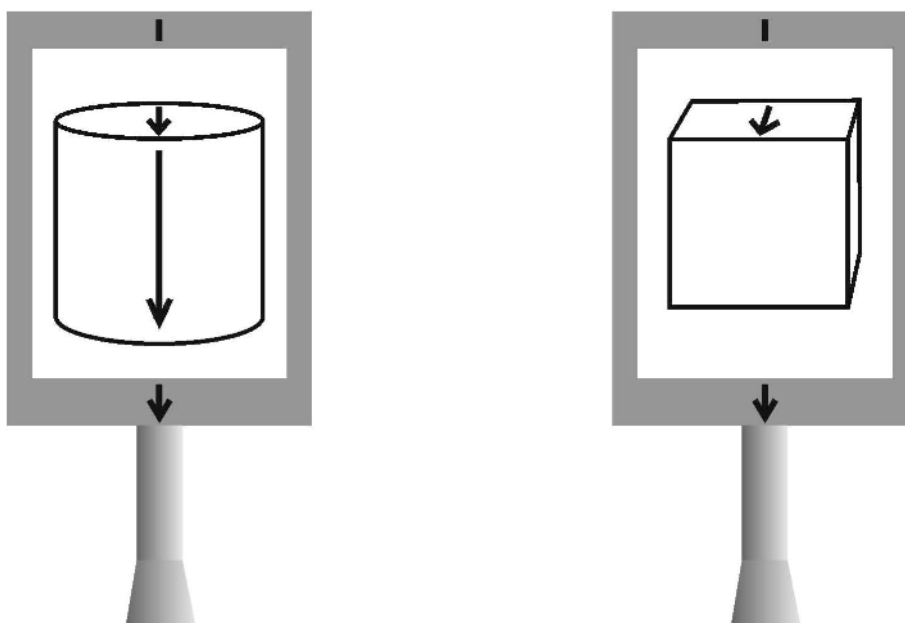

Рис. 2 Размещение образца в держателе (вид сверху)
2. Закрепите образец в держателе. Благодаря универсальной конструкции держателя, в него можно поместить как кубический, так и цилиндрический образец стандартного размера (кубик со стороной 2 см, или цилиндр диаметром 25,4 мм и высотой 21-22 мм). Образец должен размещаться в держателе, как показано на Рис. 2, независимо от положения